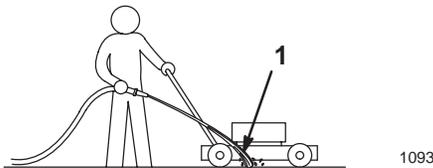

Bild 16
4. Halten Sie den Wasserschlauch auf Griffhöhe und lenken den Wasserstrahl unmittelbar vor dem *rechten hinteren Rad* (Bild 16) auf den Boden.